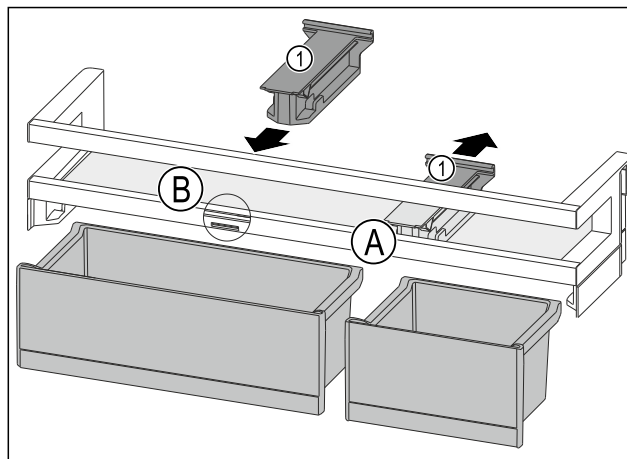

Fig. 126
- ▶ Halteile Fig. 126 (1) in Position Fig. 126 (A) nach hinten abziehen.
- ▶ Halteile Fig. 126 (1) in Position Fig. 126 (B) einsetzen.